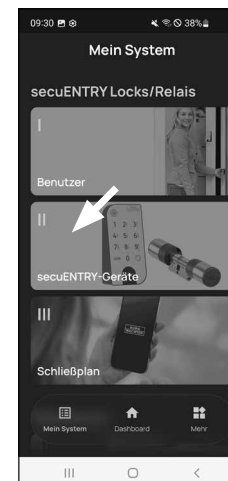

Fig. 1
- 1 Selezionare la seconda voce del menu "II - secuENTRY-Geräte" (II - Dispositivi secuENTRY) (Fig. 1).